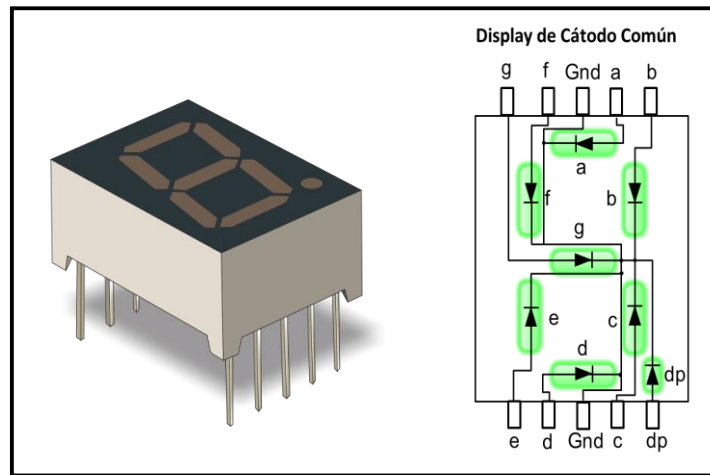

Figura 48. Estructura interna de un display de 7 segmentos.
2. El programa tendrá que realizar un conteo de 1-5, por cada valor que aumente el contador, el PIC por medio del puerto B.4 tendrá que mandar el siguiente dato a la PC “*contador= valor del contador*”, usando el pin2 del puerto serial, como se muestra en la *figura 48*, al mismo tiempo por cada conteo el LED conectado al **puerto A.1** hará un parpadeo.